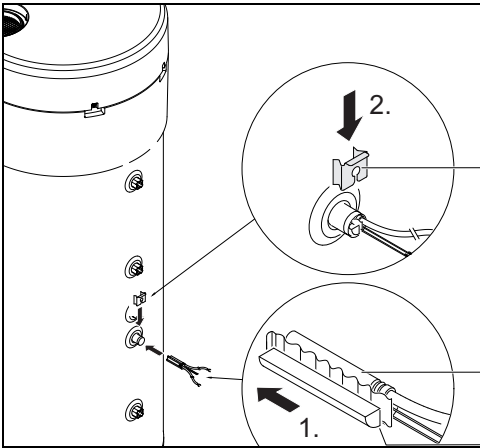

Fig. 11
- ▶ Montar el juego de montaje [1], el sensor de temperatura NTC del accesorio [2] y posicionarlo tal como se lo visualiza en la imagen 11.